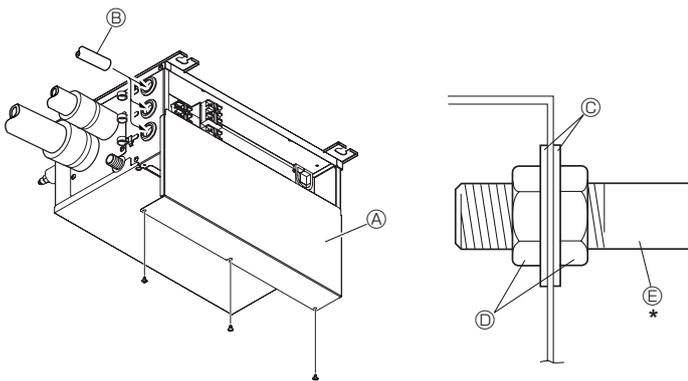

Fig. 9-4
9.1. Kabelbuizen gebruiken (Fig. 9-4)